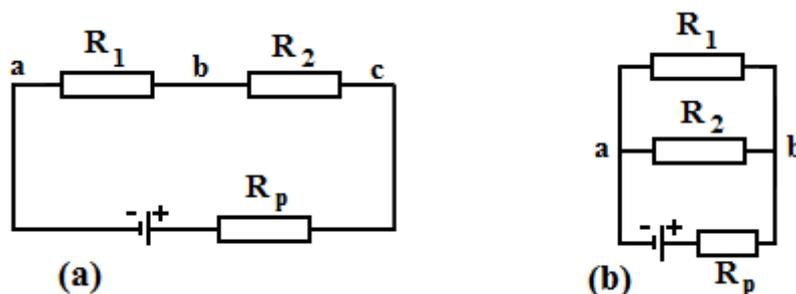

Figura 3.3 – Associação de resistores (a) em série e (b) em paralelo.
Em muitas aplicações na engenharia elétrica e eletrônica é muito comum fazer associações de resistores com o objetivo de dividir ou limitar correntes e voltagens elétricas. São exemplos de associações de resistores: as lâmpadas usadas em decorações natalinas, os eletrodomésticos em nossas casas, as pilhas de um rádio e etc. Existem três maneiras de fazer tais associações: em série e em paralelo e mista. A figura 3.3 mostra a associação (a) em série e (b) em paralelo.
Na associação em série todos os elementos resistivos são ligados em seqüência e há um único caminho para a passagem da corrente. Por outro lado, na associação em paralelo os elementos resistivos são ligados na mesma diferença de potencial oferecendo caminhos alternativos para a passagem da corrente elétrica (ver Figura 3.3 a e b). Em ambos os casos os resistores podem ser substituídos por um resistor único produzindo a mesma corrente e a mesma diferença de potencial. Esse resistor é chamado de resistor equivalente,  $R_{eq}$ . Na associação em série a corrente é a mesma para todos os resistores e a queda de tensão total da associação é igual à soma das quedas de tensões em cada resistor individual:
- iii. Monte o circuito mostrado na figura 3.3(a) usando a placa para circuitos. Use uma resistência de proteção,  $R_p$ , igual a  $33 \Omega$ . Não se esqueça de anotar os valores das resistências e suas incertezas lidas a partir do código de cores e do ohmímetro;
- v. Desligue a fonte de tensão e conecte-a ao seu circuito como indicado na figura 3.3(a);
- viii. Monte o circuito mostrado na figura 3.3(b) usando a placa para circuitos. Use uma resistência de proteção,  $R_p$ , igual a  $33 \Omega$ . Não se esqueça de anotar os valores das resistências e suas incertezas lidas a partir do código de cores e do ohmímetro;
- x. Desligue a fonte de tensão e conecte-a ao seu circuito como indicado na figura 3.3(b);